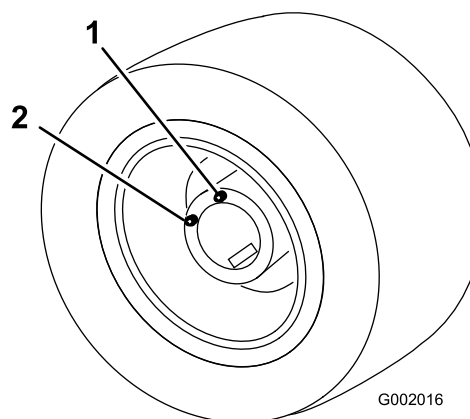

図 79
5. 今度はドレンプラグが補給位置にくるように駐車する 図 79。